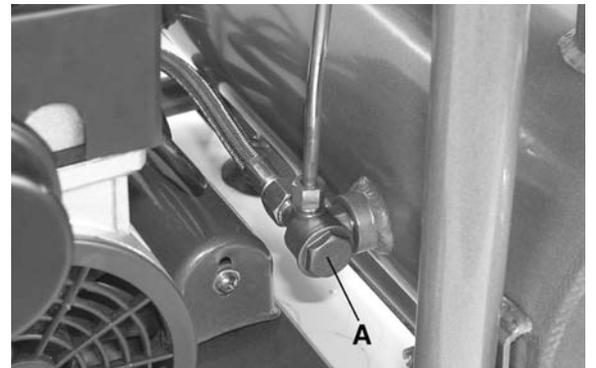

FIGURE 4
SOUPAPE D'ARRÊT (A) FIG.4 : Lorsque le compresseur est en marche, la soupape d'arrêt est "ouverte" et l'air comprimé peut ainsi entrer dans le réservoir d'air. Lorsque le compresseur atteint la pression de "déclenchement", la soupape d'arrêt "se ferme", et la pression d'air peut ainsi demeurer à l'intérieur du réservoir.